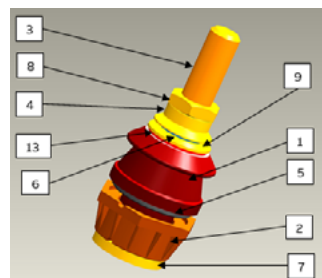

Figura 1
El casquillo aislante de porcelana (figura 1) debe instalarse siguiendo los siguientes pasos:
- Haga un agujero en el depósito del transformador utilizando los diámetros de la tabla 18. Si el casquillo de porcelana ya está ensamblado, desenrosque la tuerca (componente n. 8 en la figura 1) y luego deslice la porcelana (1) con la junta ensamblada (5) y la parte metálica y las juntas en el aire: 10,6,9,4 (figura 1).